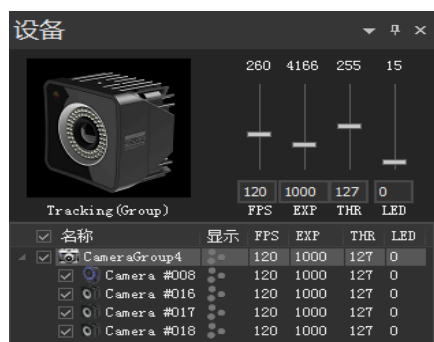

图 1.1.20 设备界面
(1) 如下图 1.1.20 所示，点击相机->CameraGroup。